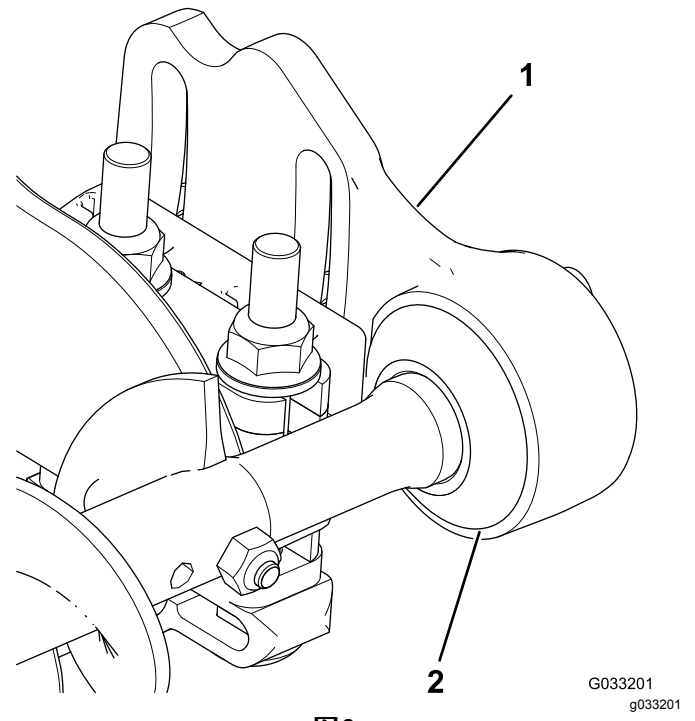

图6
4. 向外滑动每个防尘圈直到唇形密封圈与每个轴承座轻轻接触 图6。